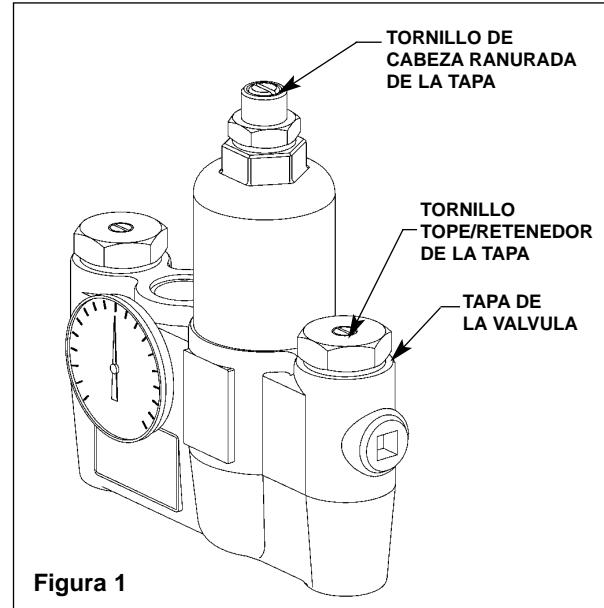

Figura 1
Nota: Cuando las válvulas de retención (cheque) están abiertas (en operación), el tornillo de la tapa para el vástagos tope/retenedor estará al mismo nivel que la tapa de la válvula (vea Figura 1).
- asegúrese de que las válvulas de retención estén completamente abiertas (el vástago ranurado debe estar al mismo nivel que la tapa tope/retenedor) (vea Figura 1, página 21) y todas las válvulas de cierre de las entradas y salidas se encuentren abiertas